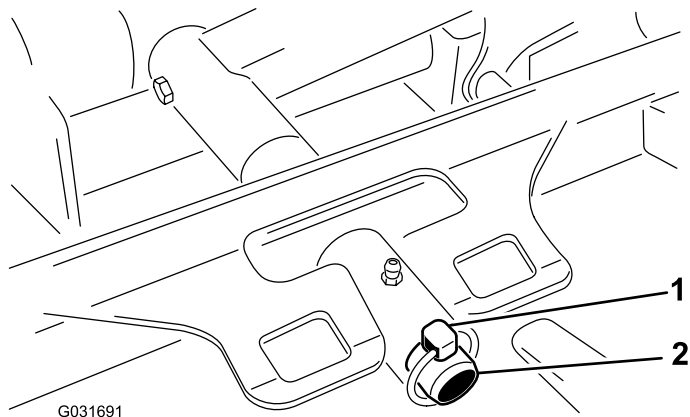

Figura 72
3. Retire el pasador de seguridad que sujeta el bastidor de tiro de la carcasa a la barra de giro del brazo de elevación (Figura 72).
3. Desplace el bastidor de tiro de la carcasa sobre la barra de giro del brazo de elevación y fíjelo con el pasador de seguridad (Figura 72).